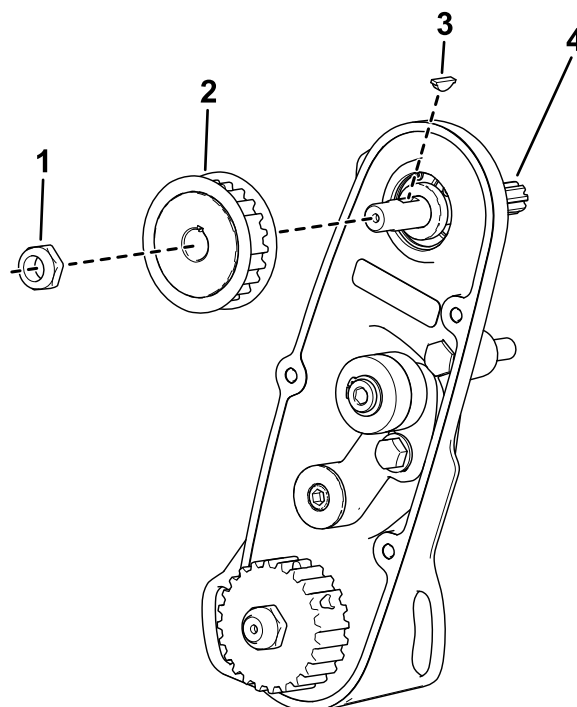

Figure 5
6. Retirez l'écrou, la poulie et la clavette (Figure 5).
7. Déposez l'arbre d'entraînement du cylindre existant (Figure 5).